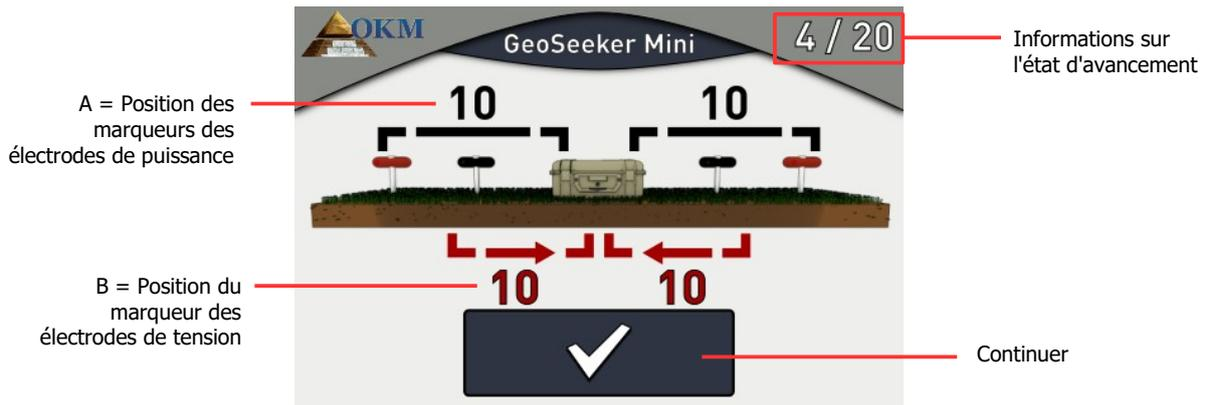

Figure 5.4: Ajuster les positions des marqueurs pour le prochain balayage
Tous les paramètres ont maintenant été réglés et vous pouvez régler vos électrodes selon l'écran illustré sur la figure 5.4. Cet écran de mesure donne des informations sur la position de chaque électrode.
Informations sur les progrès : Les chiffres dans le coin supérieur droit indiquent combien de points de balayage ont été mesurés. Dans l'exemple de la figure 5.4, vous devez mesurer 20 points de balayage au total, alors que 4 points de balayage ont déjà été mesurés.
- **A ...** est la distance entre l'électrode de puissance gauche et l'unité de commande ainsi que la distance entre l'unité de commande et l'électrode de puissance droite en termes de marqueurs de distance (numérotés de 1 à 10). Dans l'exemple de la figure 5.4 vous devez placer les électrodes de puissance au repère "10".
- **B ...** est la distance entre l'électrode de tension gauche et l'unité de contrôle ainsi que la distance entre l'unité de contrôle et l'électrode de tension droite en termes de marqueurs de distance (numérotés de 1 à 10). Dans l'exemple de la figure 5.4 vous devez placer les électrodes de tension au repère "10".
Vous pouvez également noter ces valeurs si vous souhaitez conserver les résultats pour vos propres calculs ou rapports. Lorsque vous êtes prêt à passer au point de balayage suivant, appuyez sur le  bouton. Vous devez maintenant ajuster à nouveau les électrodes en fonction des informations affichées sur votre écran (voir figure 5.4 à la page 24).